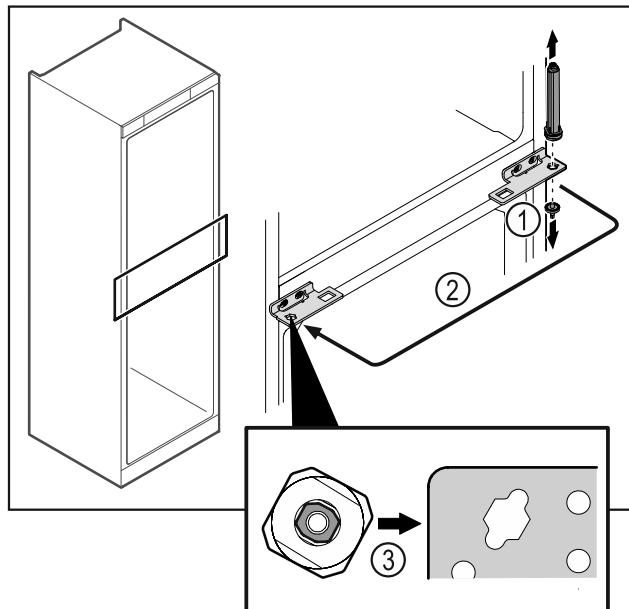

Fig. 44
- Odšroubujte čep závěsu Fig. 44 (1).
- Přesaďte uzavírací systém dvířek Fig. 44 (2).
- Při nasazování dbejte na správné vyrovnání uzavíracího systému dvířek Fig. 44 (3).